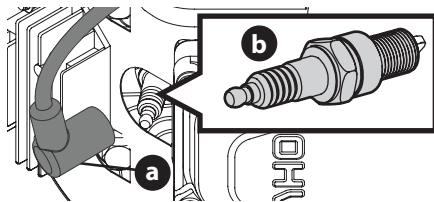

Figura 14
1. Retire la funda de bujía (a) y utilice una llave para bujías para extraer la bujía (b) (Figura 14).